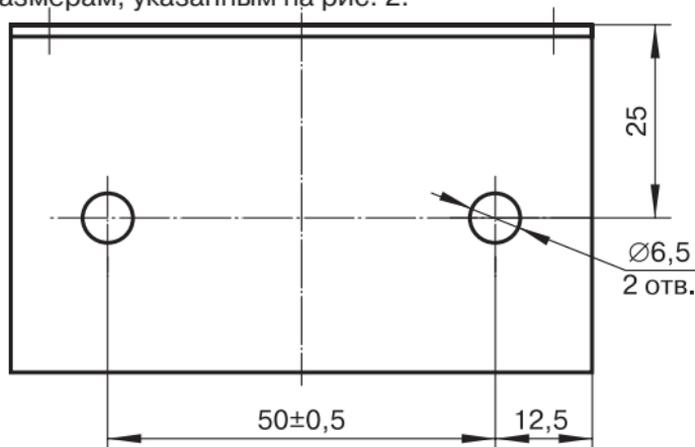

Рис. 2.
10.1. Произвести монтаж регулятора согласно присоединительным размерам, указанным на рис. 2.